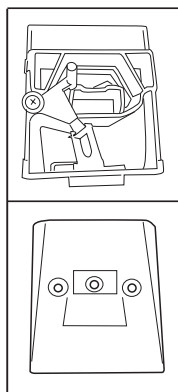

Fig. 18
- Procedere con la pulizia della tramoggia, sia all'interno che all'esterno, per eliminare le eventuali ostruzioni presenti in corrispondenza dei tre fori (**Fig.18**)